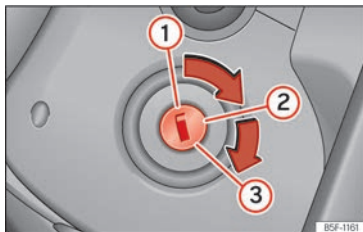

Abb. 80 Zündschloss
- Drehen Sie den Zündschlüssel in Stellung » (Abb. 80) ②.
- Drehen Sie den Zündschlüssel weiter in die Stellung » (Abb. 80) ③, ohne Gas zu geben.
- Wenn der Motor anspringt, Zündschlüssel loslassen. Beim Loslassen geht der Fahrzeugschlüssel in die Position ② zurück.
- *Fahrzeuge mit Zündschloss:* Drehen Sie den Zündschlüssel in Stellung >>> **[Abb. 80]** .
- *Fahrzeuge mit Starterknopf:* Starterknopf kurz drücken >>> **[Abb. 80]**.